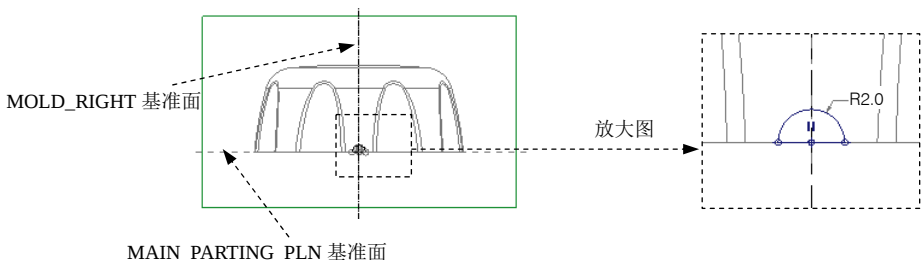

图 18.3.13 截面草图
(4) 进入截面草绘环境后, 选取 MOLD_RIGHT 基准面和 MAIN_PARTING_PLN 基准面为参考, 绘制图 18.3.13 所示的截面草图, 完成特征截面的绘制后, 单击“草绘”操控板中的“确定”按钮 。
(5) 设置深度选项。
- ① 在操控板中, 选取深度类型  (到选定的)。
- ② 选取 ADTM2 为拉伸终止面。
- ③ 在“拉伸”操控板中单击  按钮。完成特征的创建。